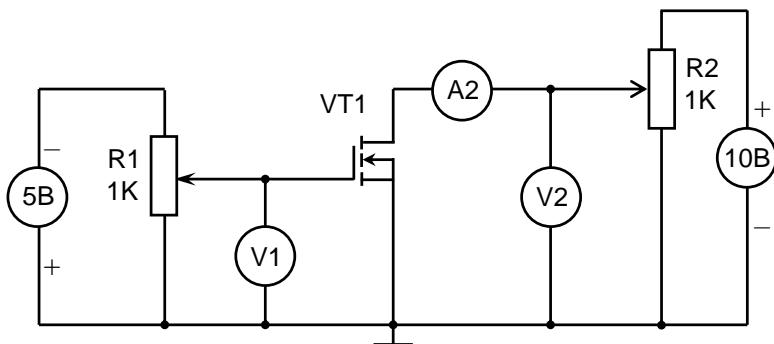

Рис. 3.7 Схема для снятия семейства входных и выходных ВАХ полевого транзистора в схеме с ОИ
- 2 Включить стенд, установить напряжение источников питания согласно значениям, указанным на рис. 3.7, контролируя результат по вольтметру.
3 Собрать схему для снятия семейства ВАХ полевого транзистора в схеме с ОИ аналогично приведенной на рис. 3.7. После разрешения преподавателя или лаборанта подать питание на лабораторный стенд.